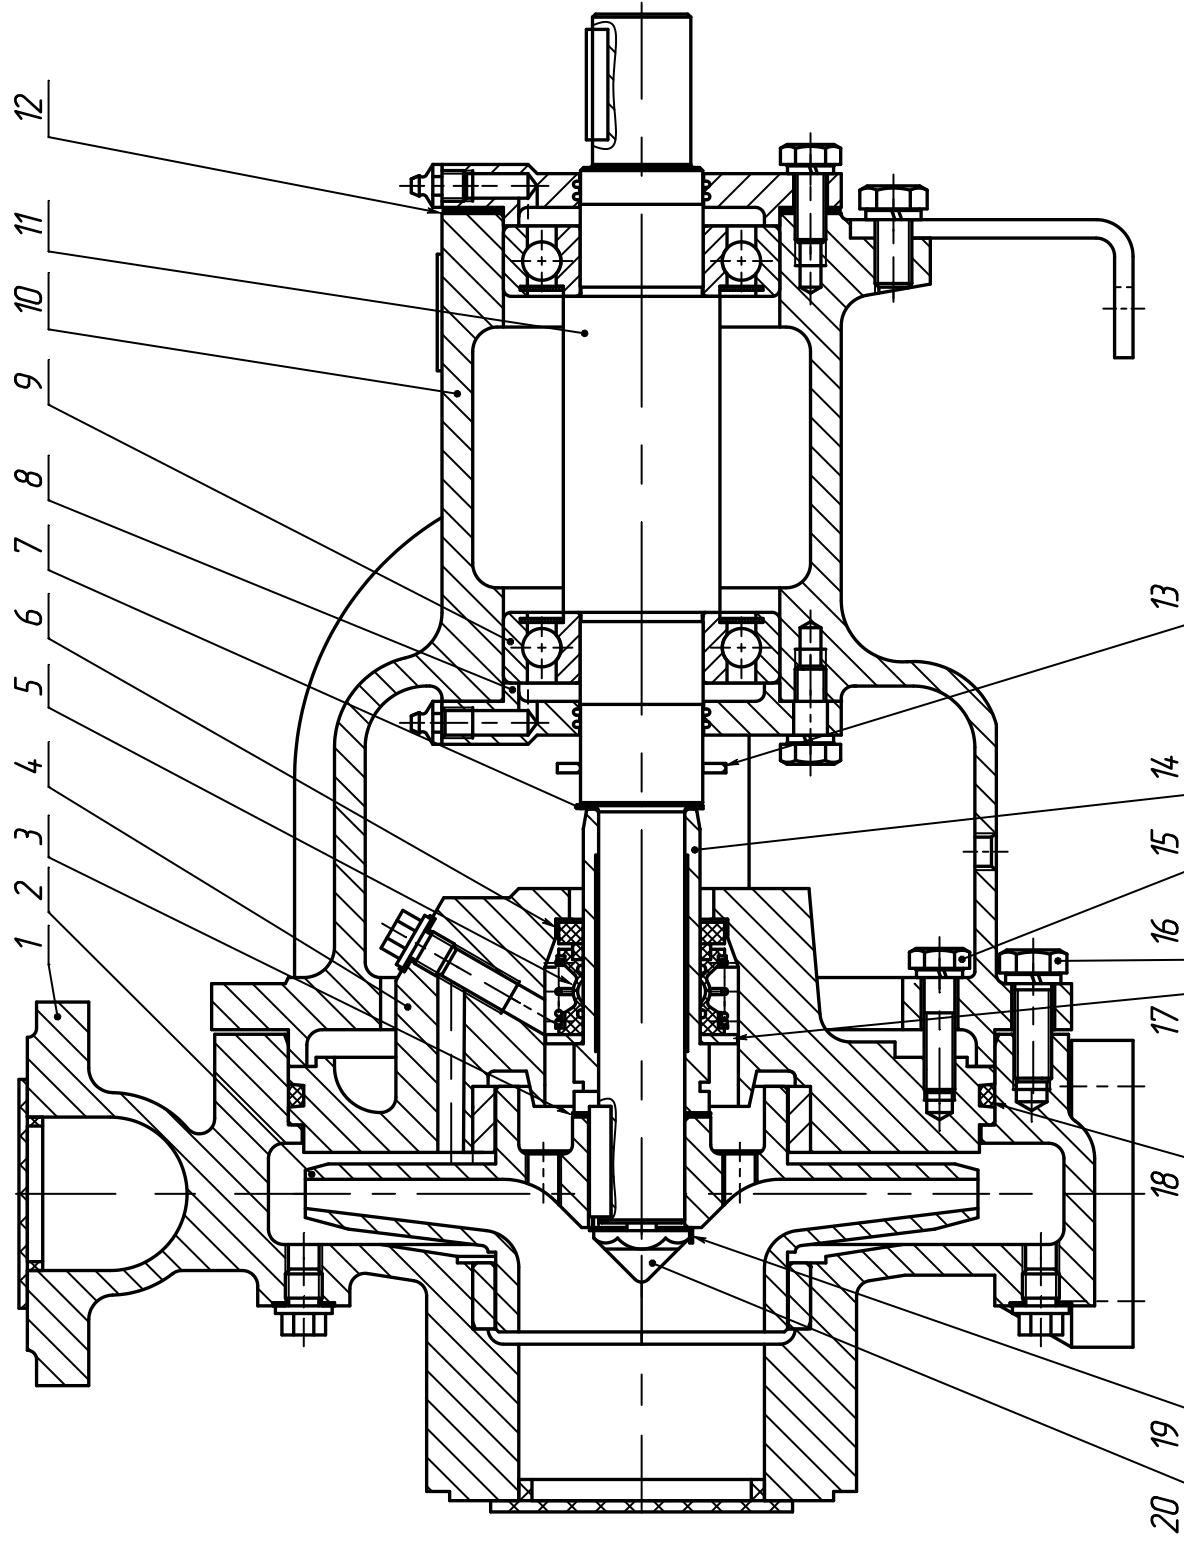

Рисунок 3-Разрез насоса с торцовым уплотнением
4.1.3 Порядок разборки насоса с торцовым уплотнением (рисунок 3).
4.2.2 Сборку насоса с торцовым уплотнением (рисунок 3) производить в следующей последовательности: